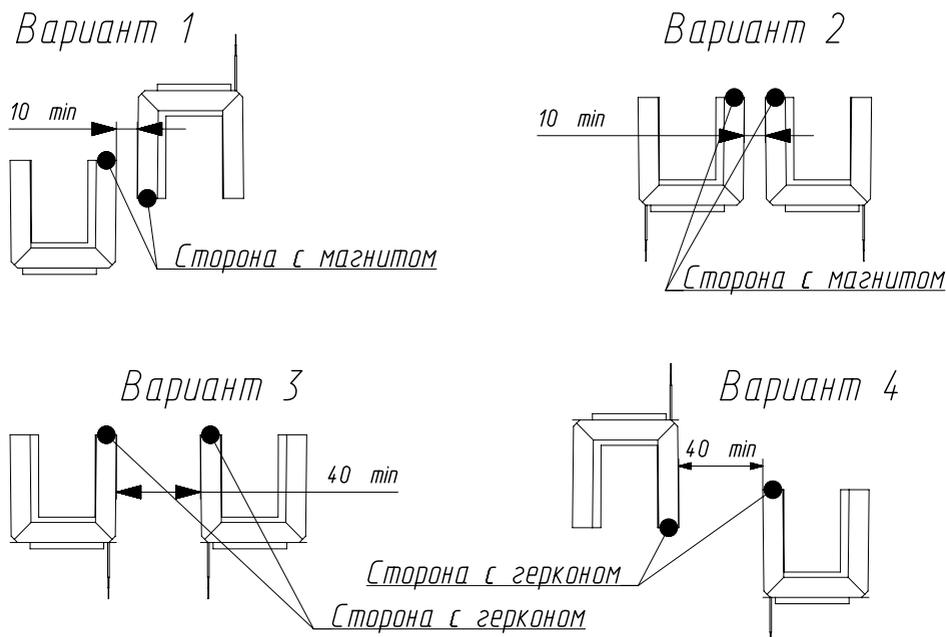

Рис.3
5.2. В случае необходимости установки герконовых датчиков в непосредственной близости друг от друга возможно их взаимное влияние. Для исключения этого влияния требуется ориентировать датчики относительно друг друга, как указано на Рис. 3.